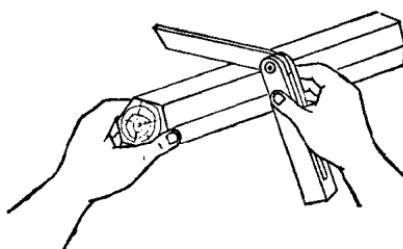

图 1-8 卡角度
2. 卡角度 用角尺检查所刨削的木料相邻两个面的角度时，可用左手握住木料的端部将其提起，右手捏住尺柄中部，将角尺的内角卡在木料两个相邻面上。目视尺内角是否与木料的两个相邻面全部紧贴，紧贴者表示其角度准确(图1-8)。